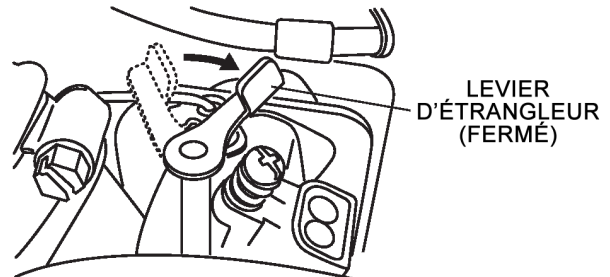

Figure 8. Levier d'étrangleur
5. Si le moteur ne démarre pas, déplacer le levier d'étrangleur (Figure 8) à mi-chemin de la position ouverte pour éviter les inondations.